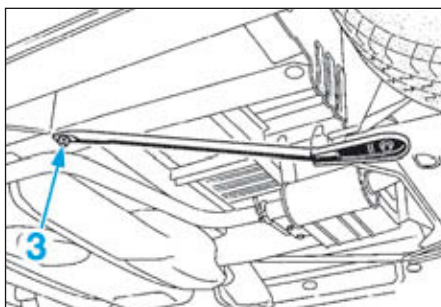

FIG.15
- Desserrer les vis arrière (3) des barres de renfort de berceau (Fig.15).